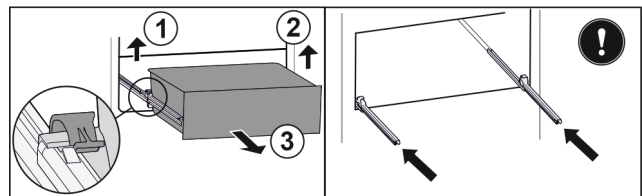

Fig. 79
- ▶ Levante la abrazadera izquierda y tire del cajón izquierdo hacia delante al mismo tiempo. Fig. 79 (1)
- ▶ Levante la abrazadera derecha y tire del cajón derecho hacia delante al mismo tiempo. Fig. 79 (2)
- ▶ Extraiga el cajón hacia delante. Fig. 79 (3)